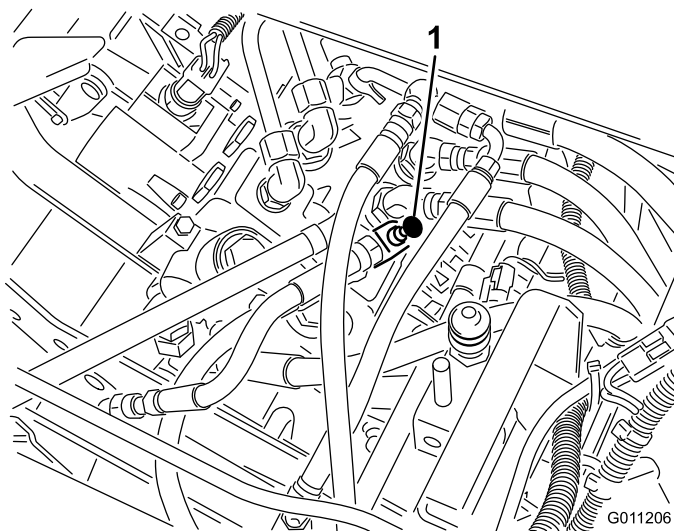

Figura 45
1. Levante o banco e localize a válvula de controlo de fluxo montada na válvula de controlo principal (Figura 45).